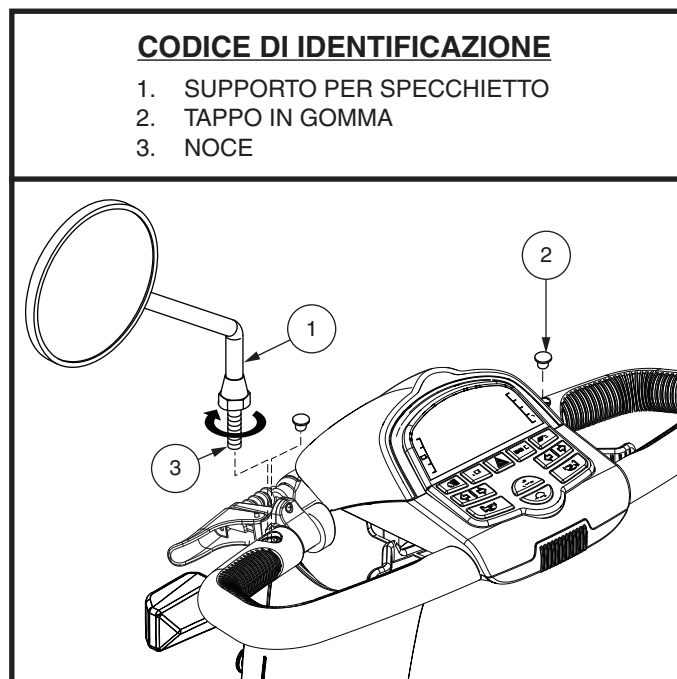

Figura 18. Installazione e posizionamento speculare
**Per installare lo specchietto (vedere figura 18):**